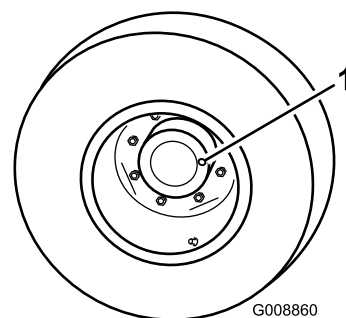

Figura 41
il tappo di controllo/riempimento (Figura 41) si trovi nella posizione ore tre o nove.
2. Togliete il tappo dal ruotismo planetario (Figura 41). L'olio deve raggiungere la base del foro di controllo sul lato posteriore del freno.